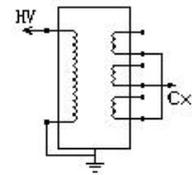

图 6-4 PT 末屏法
- (4)：正接法、电压为 10KV、末端屏蔽法、接线见图 6-4